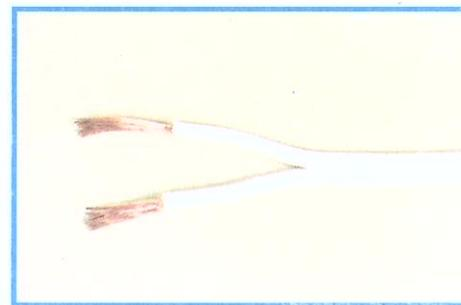

Figura 5 - Cordão paralelo.
**Cordão:** chama-se de cordão o cabo flexível com reduzido número de condutores isolados (geralmente 2 ou 3) de pequena secção transversal. Podem ser paralelos ou torcidos, porém os primeiros são mais facilmente encontrados (figura 5).